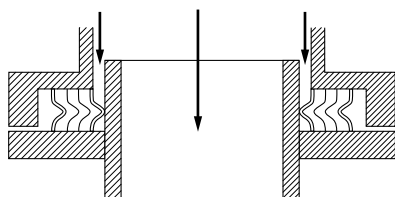

図5 センターが合っている場合
- 1) フランジ組み付け時に内径側突起によってセンター合わせが容易であり、シール面全体を圧縮できる。(図5)